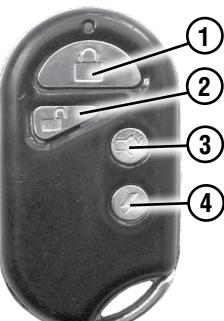

Рис.10 Пульт дистанционного управления сигнализацией.
Мотовездеход «SCANER 50 M» может быть оснащен противоугонной сигнализацией с дистанционным управлением. Пульт дистанционного управления сигнализацией (рис. 10) имеет четыре кнопки.
9.4.2. Остановка двигателя с помощью пульта дистанционного управления может быть использована для остановки двигателя инструктором при обучении управлению мотовездеходом на открытых площадках при удалении до 50м. Если обучаемый превысил безопасную скорость, отклонился от заданной траектории или совершил какие-либо опасные маневры, инструктор имеет возможность выключить двигатель, нажав на кнопку (рис.10, поз.2) пульта дистанционного управления сигнализацией.